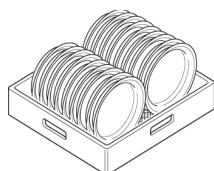

Fig.34
- 5- Ranger les assiettes en face avant. (Fig.34)